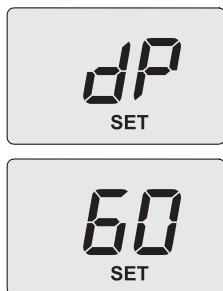

Figura 9.14
- Utilizzare i tasti 14 o 15, sul display LCD le lettere **dP** si alternano con il valore di temperatura dell'acqua di riscaldamento (es. **60**) e compare la scritta "SET", indicanti l'entrata nell'attivazione della "funzione spazzacamino" alla potenza massima in sanitario (Figura 9.14);